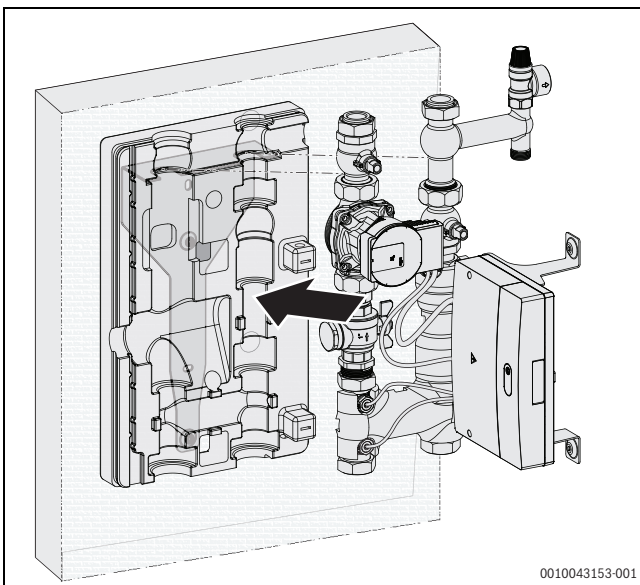

Bild 11 Inneneinheit in Wandhalterung montieren
- ▶ Wärmeschutz mit Inneneinheit auf die Wandhalterung montieren (→Bild 11).